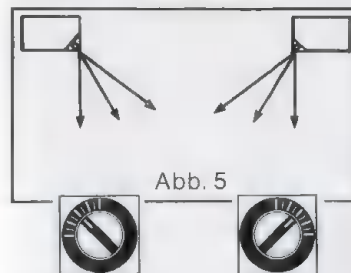

Abb. 5
5. Ein Beispiel für extrem ungünstige Hörbedingungen. Ein Wohnraum mit sehr geringer Breite. Aus optischen Gründen müssen beide Lautsprecher aber in der Nähe der schmalen Seitenwände aufgestellt werden. In diesem Fall werden beide Lautsprecher vertauscht. Der linke Lautsprecher wird rechts, der rechte Lautsprecher links aufgestellt. Durch die entsprechende Einstellung am AkustiKnopf® wird der Schall breit in den Wohnraum abgestrahlt. (Abb. 5).